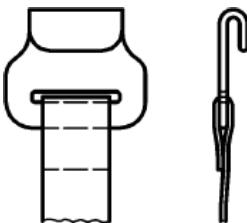

Fig 1: D2
4. Lors de l'utilisation, les crochets plats (voir D2 dans la Fig. 1) doivent reposer dans la base sur toute la largeur.
- a) de -40°C à $+80^{\circ}\text{C}$ pour le polypropylène (PP) ;
- b) de -40°C à $+100^{\circ}\text{C}$ pour le polyamide (PA) ;